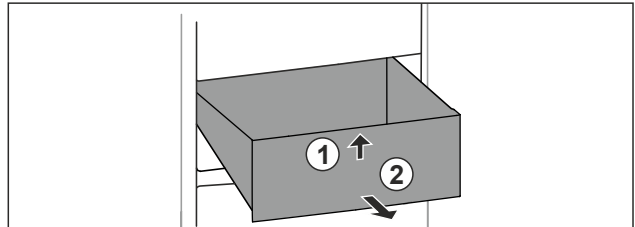

Fig. 25
- ▶ Lade aan de voorkant optillen. Fig. 25 (1)
- ▶ Lade naar voren toe verwijderen. Fig. 25 (2)